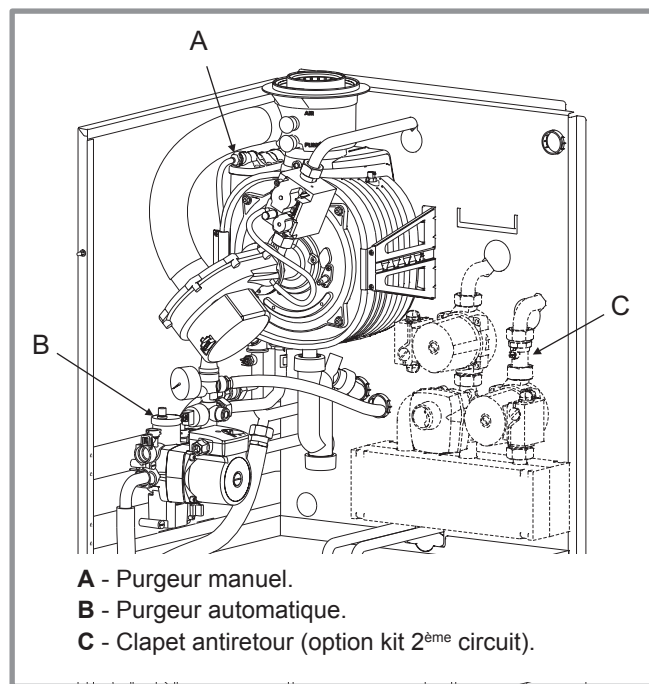

Figure 30 - Purgeurs et clapet antiretour
- **9** - Fermer les vannes d'isolement départ et retour de la chaudière et ouvrir le purgeur automatique (rep.B, Figure 30).
(purgéur manuel, rep. A, Figure 30).
(purgéur automatique, rep. B, Figure 30).